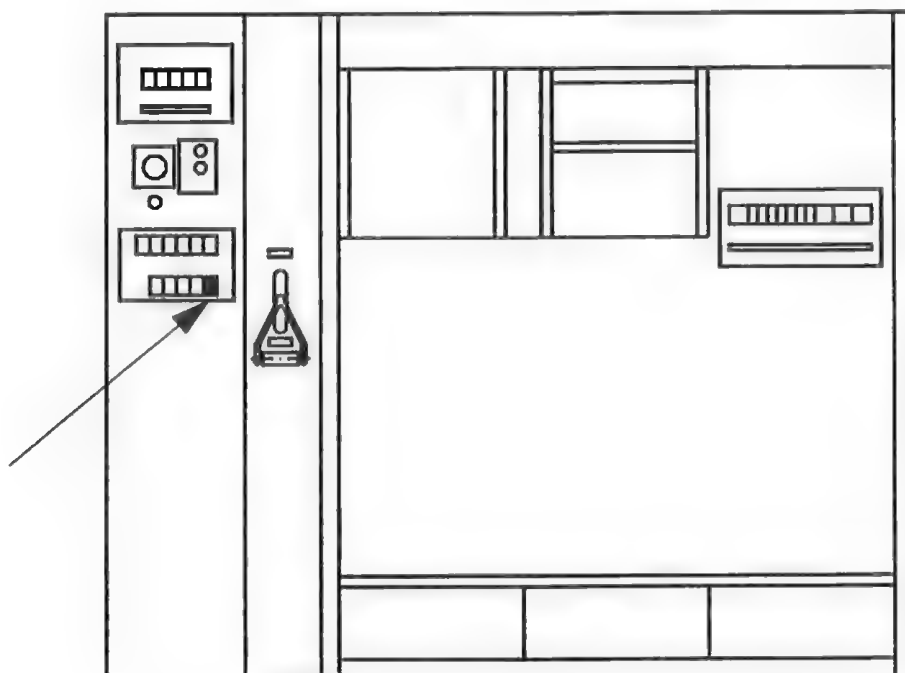

Bild 5-4 / Bedienelemente Maschinenraum Gang 2
- Vorschmierpumpe einschalten. Kippschalter auf Kippschaltertafel in Maschinenraum Gang 2 (Bild 5-4) nach oben verlegen.